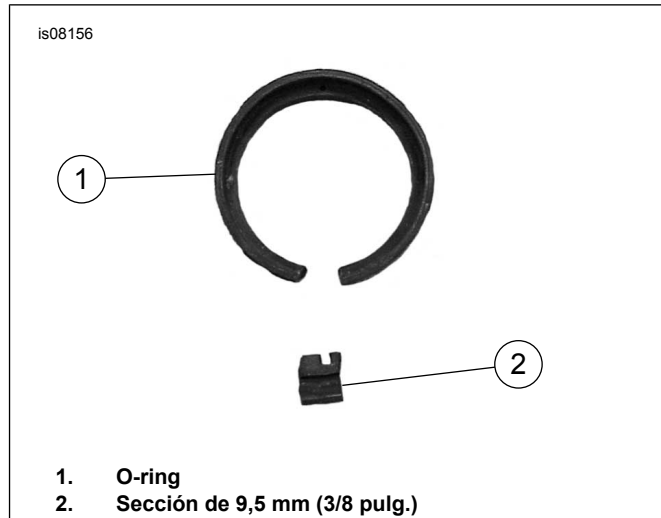

Figura 12. Modificación del o-ring
- a. Vea Figura 12. Localice las 3 ranuras que alinean la junta o-ring a la caja de la direccional. Corte una sección de 9,5 mm (3/8 pulg.) (aproximadamente) del o-ring en la posición inferior de la ranura del centro.